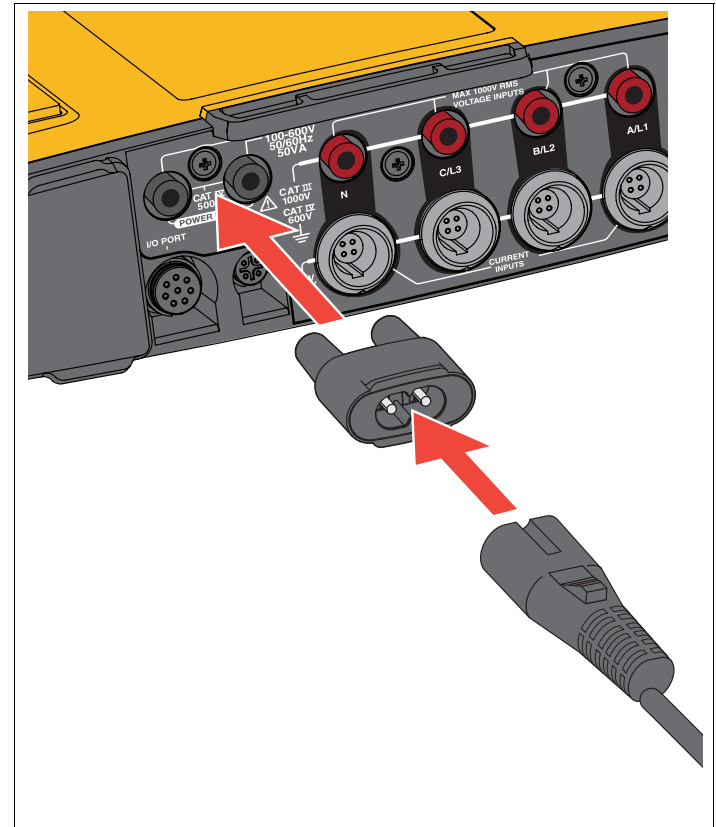

Abbildung 5. Spannungsversorgung
1. Schließen Sie den Netzadapter MA-C8 an die beiden Spannungsversorgungseingänge des Loggers an. Siehe Abbildung 5.